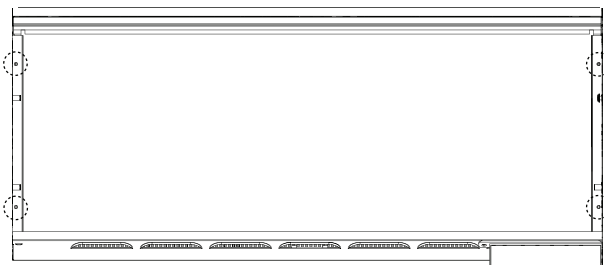

Fig. 4-5
3. Retirez les supports du panneau en plastique en retirant les vis (**Fig. 4-5 & 4-6**).